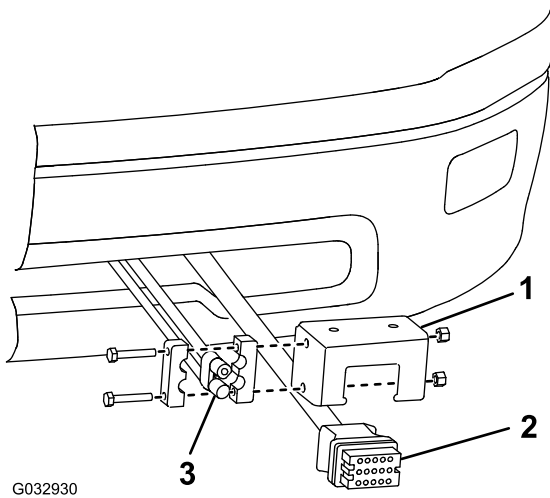

Bild 20
- 27. Befestigen Sie den Kabelbaumanschluss des Schneeschilds an der Fahrzeugseite mit der Befestigungshalterung für den Steuerkabelbaum am unteren Teil der Stoßstange an (Bild 20).
- 28. Befestigen Sie den schwarzen und roten Strom- bzw. Erdungsanschluss an der Befestigungshalterung des Steuerkabelbaums (Bild 20).